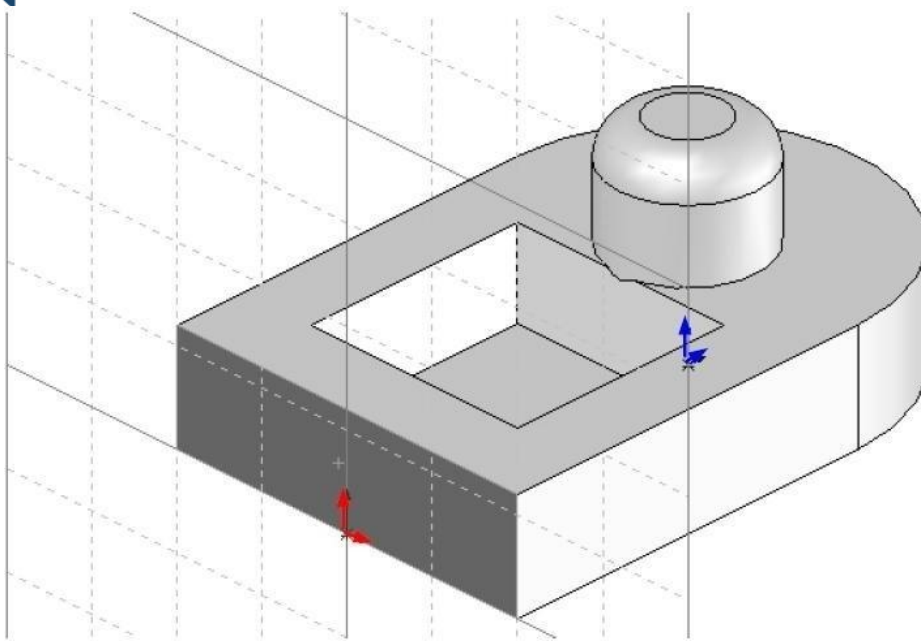

Рисунок 1.26 - Вибір площини проектування
8.1. Вибрати плоску грань основи (для зручності деталь рекомендується обертати), перпендикулярну напрямку вирізу (рис. 1.26). Натисканням лівої кнопки миші активізувати її, викликати функцію "Створити ескіз".